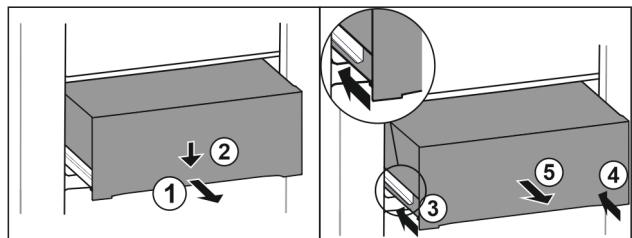

Fig. 138
- ▶ Вытяните выдвижной ящик наполовину. Fig. 138 (1)
- ▶ Вдавите выдвижной ящик в передней части вниз. Fig. 138 (2)
- ▶ Задвиньте левую направляющую прим. на 2 см. Fig. 138 (3)
- ▶ Задвиньте правую направляющую прим. на 2 см. Fig. 138 (4)
- ▶ Извлеките выдвижной ящик движением вперед. Fig. 138 (5)